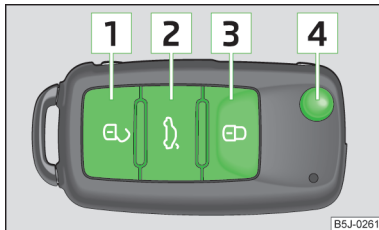

Abb. 34
- › Die Taste **1** » Abb. 34 drücken.
- › Die Taste **3** » Abb. 34 drücken.
- › Die Taste **3** » Abb. 34 zweimal innerhalb von 2 Sekunden drücken. Weitere Informationen » Seite 51.
- › Die Taste **2** » Abb. 34 drücken. Weitere Informationen » Seite 56.
- › Die Taste **4** » Abb. 34 drücken.
- › Die Taste **4** » Abb. 34 drücken und den Schlüsselbart einklappen.
Das Entriegeln des Fahrzeugs wird durch zweimaliges Blinken der Blinkleuchten angezeigt. Wird das Fahrzeug mit der Taste **1** » Abb. 34 entriegelt und innerhalb der nächsten 30 Sekunden keine Tür oder die Gepäckraumklappe geöffnet, verriegelt sich das Fahrzeug automatisch wieder und die Safesicherung bzw. die Diebstahlwarnanlage wird wieder aktiviert. Diese Funktion verhindert ein unbeabsichtigtes Entriegeln des Fahrzeugs.